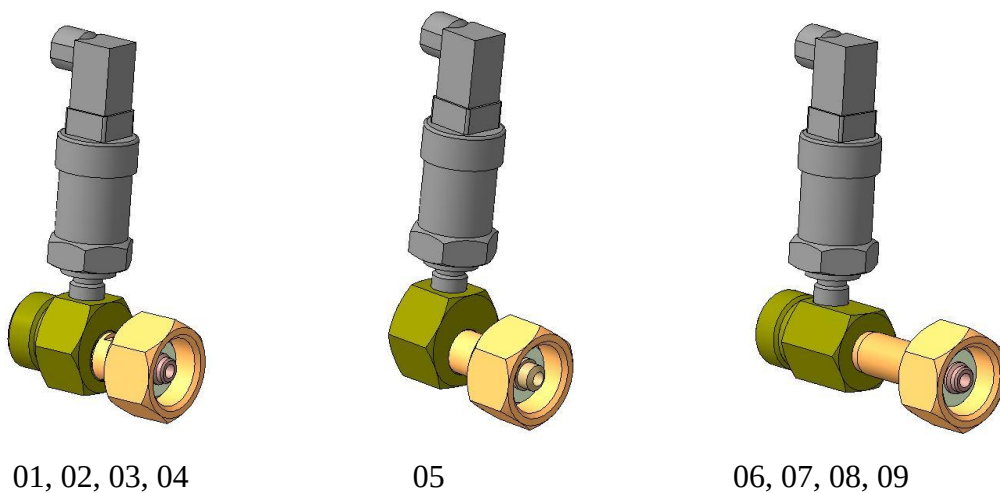

Рис.2 Варианты исполнения переходников с установленным датчиком
2.5 СДКД-1 может по заказу комплектоваться переходником для установки датчика в газовую систему. Варианты (номера) исполнения (см. табл.3 и рис.2):